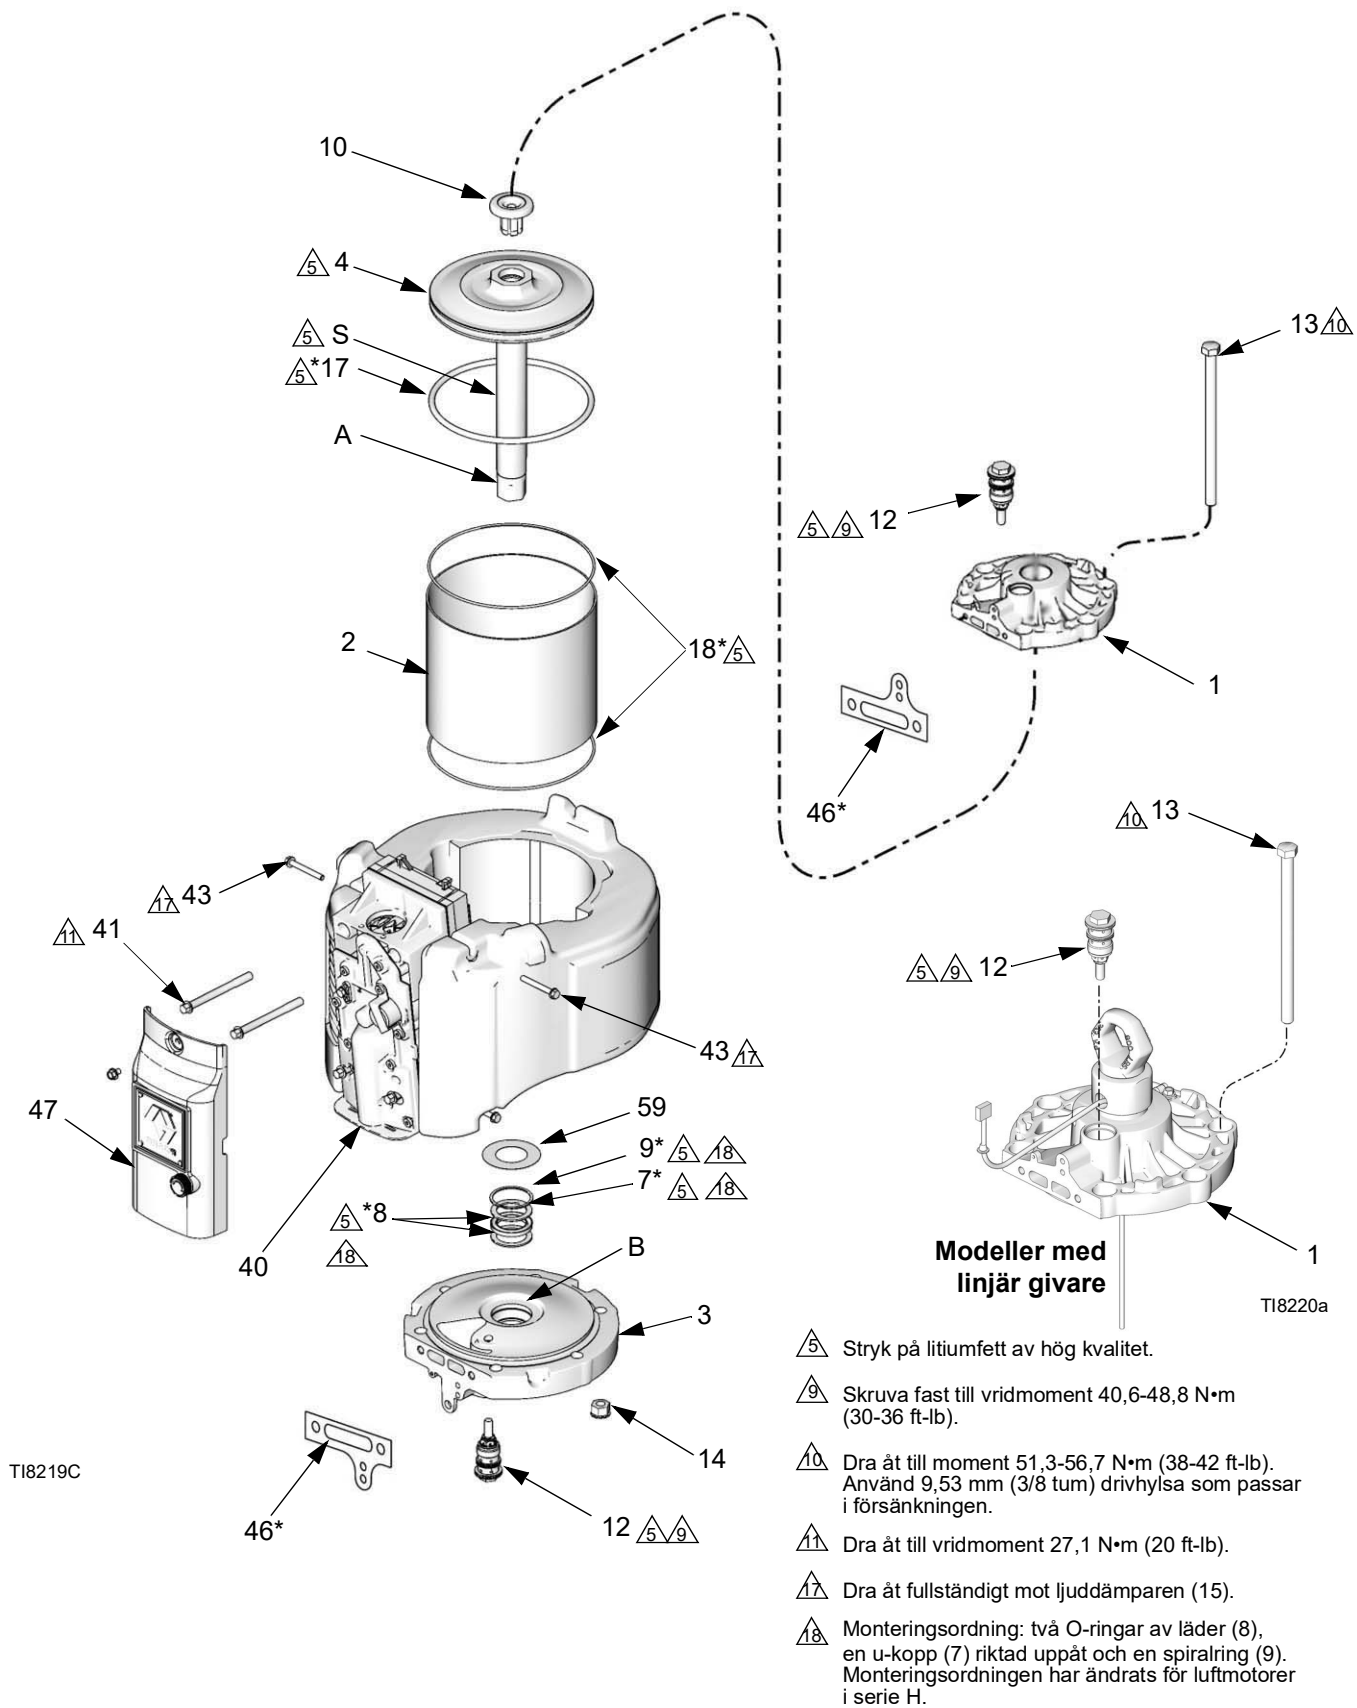

FIG. 12. Reparation av luftmotor
5. Ta bort yttre ventilkåpan (47). Se FIG. 12.
6. Ta bort de fyra skruvarna (43) och ljuddämparen (15).
7. Ta bort de två översta luftventilskruvarna (41). Lossa, men ta inte bort, de två nedersta skruvarna (41). Luta luftventilen (40) så går demonteringen lättare.
8. Ta bort dragbultarna (13). Knacka på undersidan av övre locket (1) med en gummiklubba för att dela. Lyft det övre locket från motorn.
9. Koppla ur luftmotorn från underdelen (se den särskilda pumphandboken). Låt kolvaxeladaptorn (A) sitta kvar på axeln (S).
10. Tryck ut kolven (4) ur överänden på cylindern (2).
11. Inspektera kolv-O-ringen (17). Se efter om kolven (4) och kolvaxeln (S) är repade eller skadade. Den nya kolven (4) består av kolv, axel (S), adapter (A) och stopp (10).
12. Ta bort cylindern (2). Se efter om den är repad eller skadad invändigt. Byt ut om den är skadad.
13. Ta bort stoppet (59), hållringen (9) stödtätningarna (8) och v-tätningen (7) från undre locket (3). Inspektera delarna och titta efter slitage och skador. Inspektera lagringen (B) medan den sitter på plats (lätt repning är acceptabel). Byt ut undre locket (3) om lagringen är skadad.
1. Se FIG. 12. Montera två stödtätningar (8*) och sedan v-tätningen (7*) med kanterna uppåt. Montera sedan hållringen (9*) i bottenkåpan (3). Smörj in tätningarna. Montera skyddet (59).